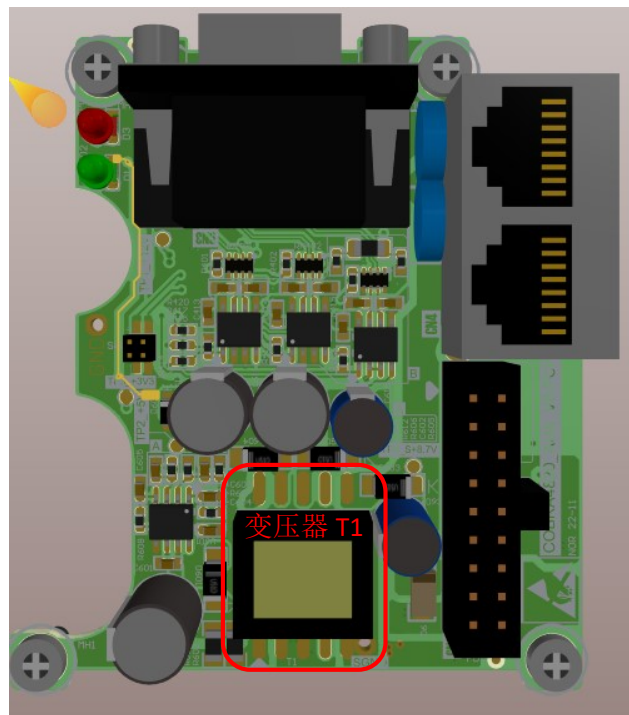

图 1
2. 变压器 T1 焊接前, 管脚的平整度进行调整, 避免出现管脚虚焊和变压器焊接后, 不在同一平面上见 (图 1);